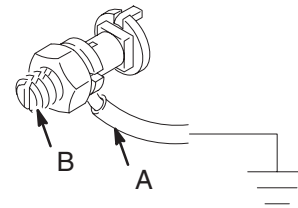

Abb. 1
Zur Erdung des Rührwerks ist ein Ende des Erdungsdrahtes (A) mit dem Erdungsstecker (B) am Rand des Fassdeckels zu verbinden. Siehe Abb. 1. Das andere Ende des Erdungsdrahtes mit einem guten Massepunkt verbinden.